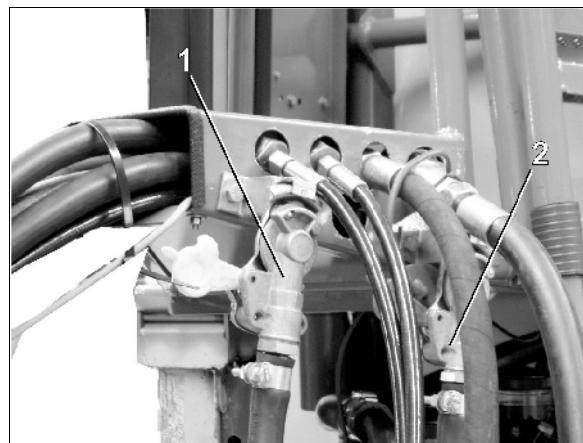

Рис. 31
2. Извлеките соединительную головку питающей магистрали (красного цвета) (Рис. 31/2).
3. Извлеките соединительную головку магистрали торможения (желтого цвета) (Рис. 31/1).